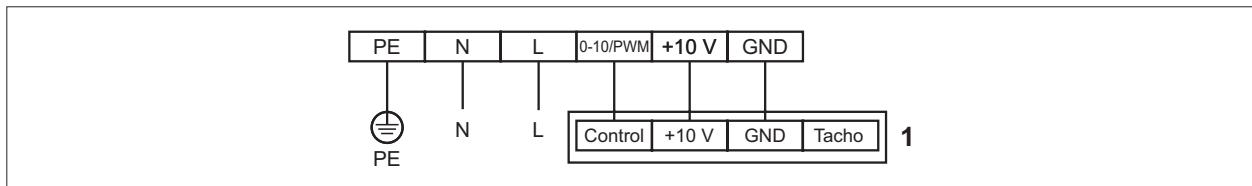

Рис. 6.1 Схема соединений бесступенчатого регулятора частоты вращения 0 - 10 В
- ▶ Рис. 6.1 Схема соединений бесступенчатого регулятора частоты вращения 0 - 10 В См.